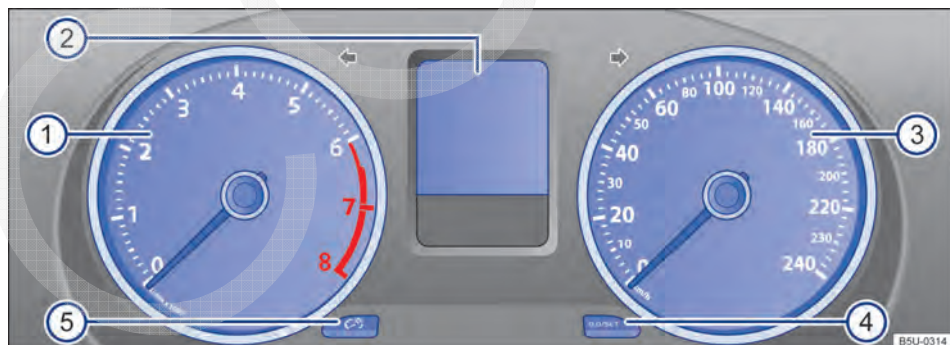
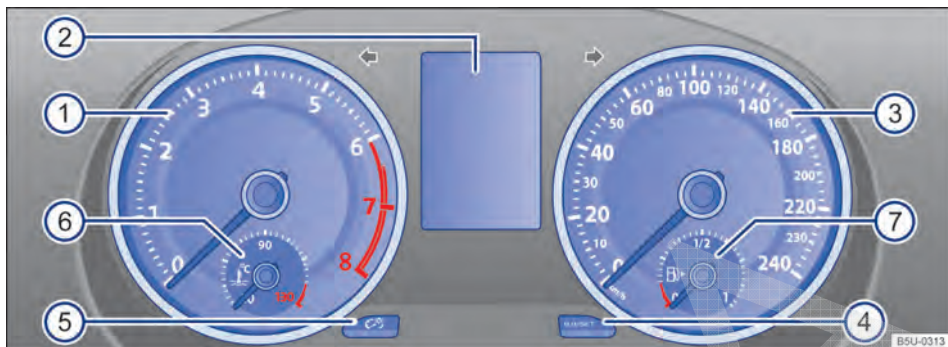

Fig. 9 Instrumento combinado no painel de instrumentos (variante 1). ▶
Fig. 10 Instrumento combinado no painel de instrumentos (variante 2).
Significado dos instrumentos → Fig. 9 e → Fig. 10:
Conforme os equipamentos do veículo, é possível visualizar diferentes informações no display do instrumento combinado → Fig. 9  ou → Fig. 10 :
O indicador do intervalo de serviço aparece no display do instrumento combinado → Fig. 9 ② ou → Fig. 10 ②.